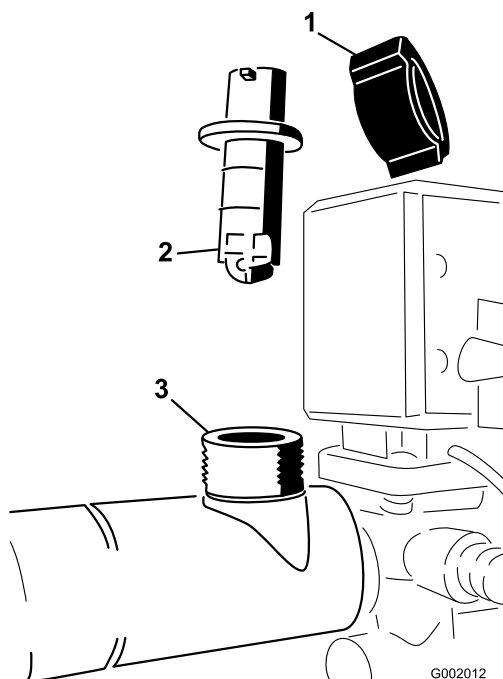

Figura 72
2. Retire la tapa del cuerpo del caudalímetro (Figura 72).